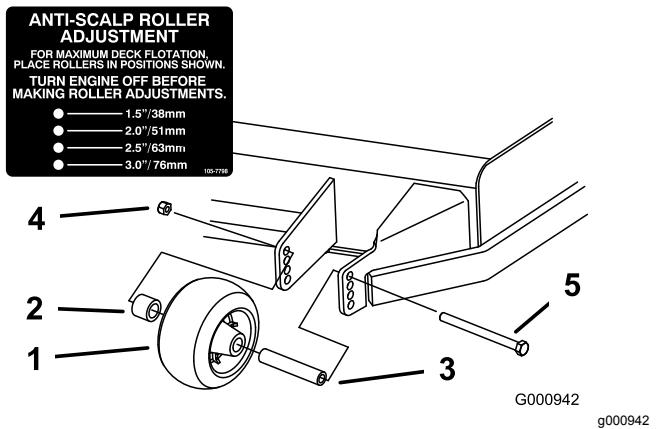
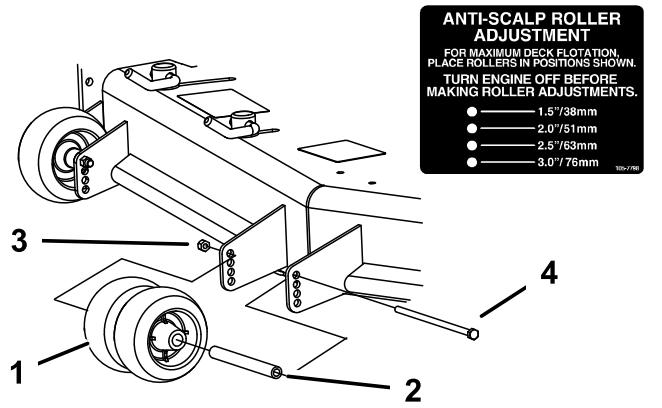

Figure 29
Figure 30
3. Réglez les galets anti-scalp comme montré à la Figure 29, la Figure 30 et la Figure 31.